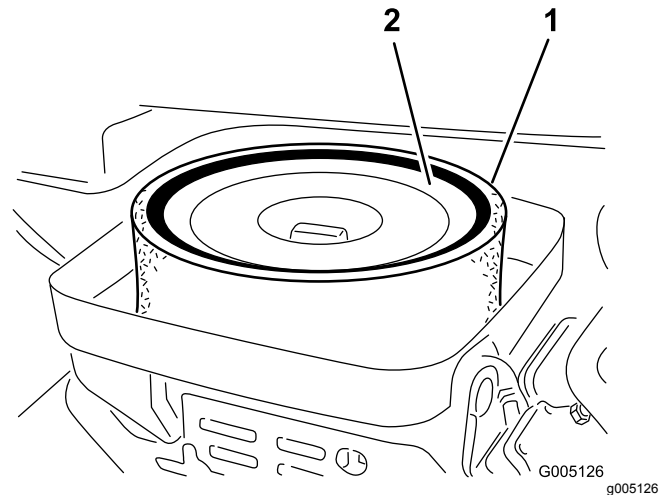

Figura 40
3. Retire a porca que fixa os elementos de filtragem ao corpo do filtro de ar (Figura 40).
4. Se o elemento de esponja se encontrar sujo, deverá retirá-lo do elemento de papel (Figura 40). Limpe-o cuidadosamente, da seguinte forma: